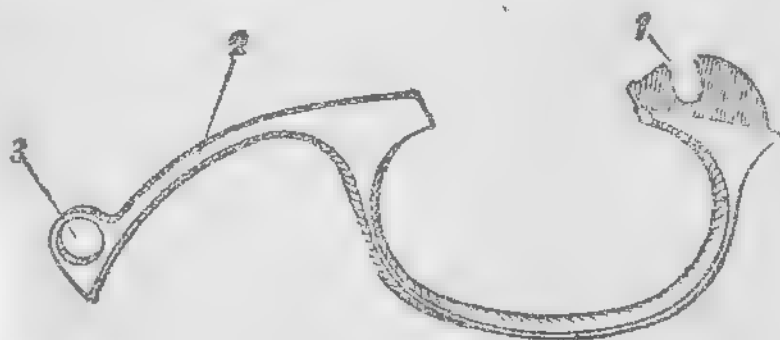

Рис. 22. Спусковая скоба:
**20. Спусковая скоба** (рис. 22) служит для предохранения спускового крючка от случайного нажатия на него и является опорой для нижнего пера боевой пружины. Она имеет: **хвост с отверстием** для на-